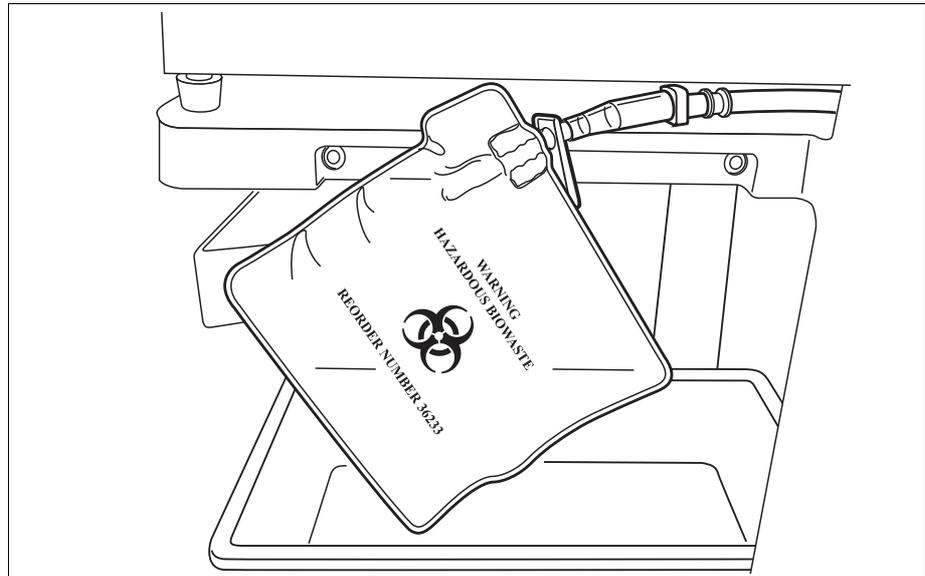

Abbildung 34. Richtige Aufhängung des Beutels für biologisch kontaminierten Abfall aus der Beutelablage
3. Achten Sie darauf, dass der Schlauch nicht geknickt oder verdreht ist, und der Beutel sowie der dazugehörige Schlauch am Drainageschlauch hängen (siehe Abbildung 34).